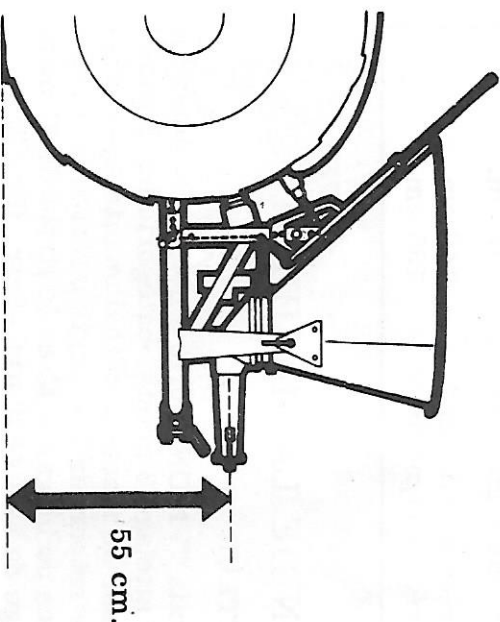

fig. 3
- Réglez les bras inférieurs d'attelage du tracteur rigoureusement à la même hauteur, de façon à ce que le distributeur soit parfaitement d'aplomb, à l'aide du tendeur de 3ème point, amenez le tube de projection parallèle au sol et à une HAUTEUR de 55 à 60 cm. (fig. 3)